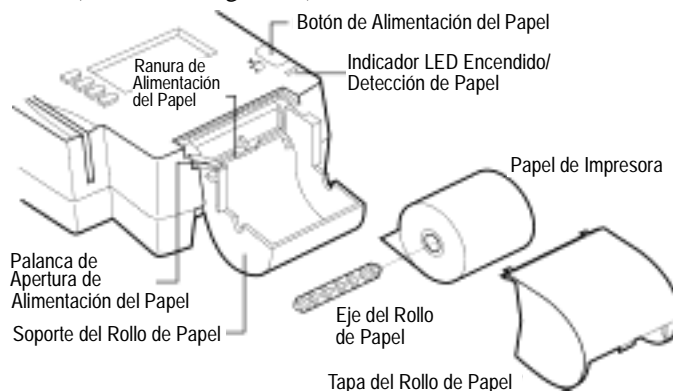

Figura 15 Características de la Impresora Térmica
El OMNI 3200 tiene integrada una impresora térmica silenciosa y rápida. Puesto que la impresora recibe la alimentación directamente del terminal, no es preciso conectar ningún otro cable (consulte la Figura 15).
4. Sujetando el rollo de modo que el papel se alimente desde la parte inferior del rollo, dirija lentamente el extremo inicial para colocarlo en la ranura de alimentación del papel (consulte la Figura 15). Cuando el sensor detecta el papel, el mecanismo de alimentación se acciona y hace avanzar el papel en la impresora. (Si es necesario, presione el botón de alimentación de papel hasta que el papel aparezca por la ranura situada debajo de la banda metálica dentada.)
1. Extraiga la tapa del rollo de papel. A continuación, suba la palanca pequeña ubicada en el lado derecho del soporte del rollo de papel hasta que encaje en la posición “hacia arriba” (consulte la Figura 15). Esto permite mover libremente el papel a través del mecanismo de alimentación del papel.